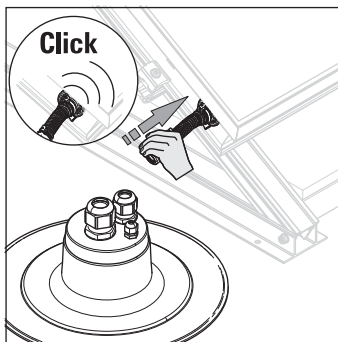

Fig. 3-29 Montage des éléments de raccordement
2. Monter les raccords à collerette (fig. 3-29).